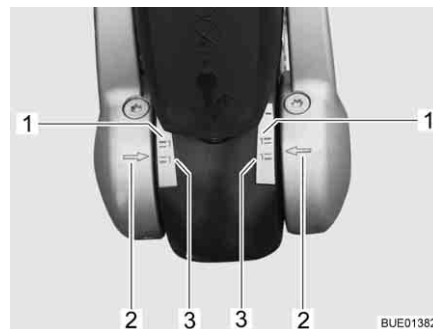

Fig. 211 Indicateur garnitures de friction gauche et droite
- Les garnitures de friction sont comme neuves quand les flèches sur le disque de pression (Fig. 211,2) se trouvent en-deçà ou sur le repère vert (Fig. 211,3).
- Les garnitures de friction sont légèrement usées quand les flèches du disque de pression se trouvent entre les repères (Fig. 211,1 et 3).
- Les garnitures de friction sont usées quand les flèches sur le disque de pression se trouvent sur ou au-delà du repère rouge (Fig. 211,1). Faire changer les garnitures de friction.